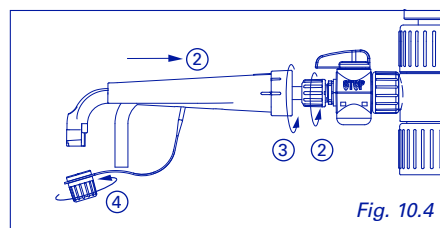

Fig. 10.4
- ③ Insérer le bec verseur (Fig. 10.4)